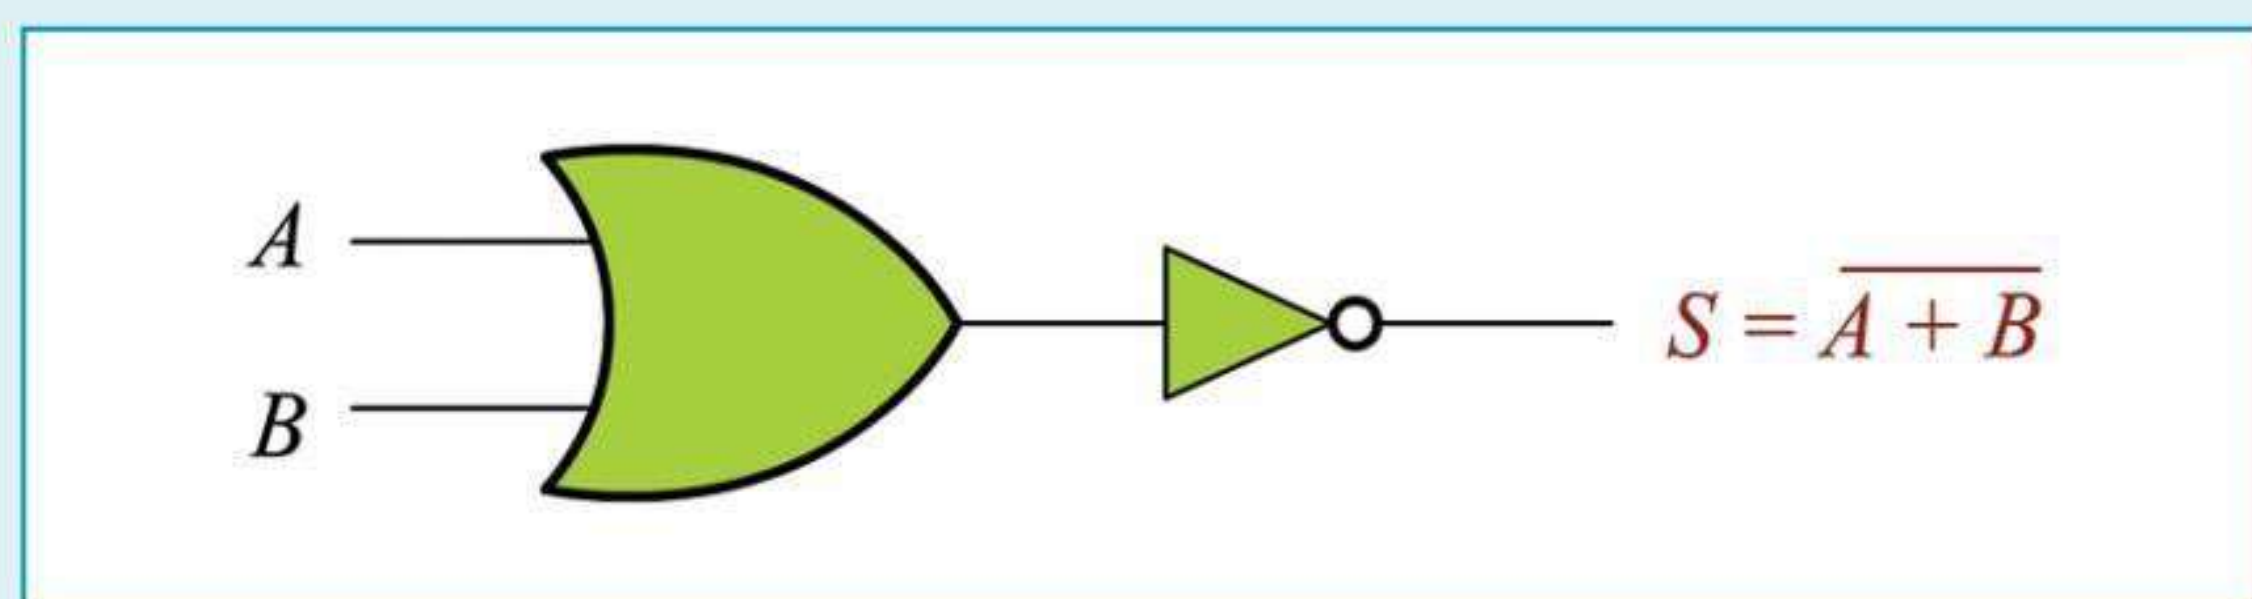

Figura 1.74.
1.7. Puerta lógica NOR mediante combinación de puerta OR y puerta NOT. Se trata de que construyas un circuito lógico que realice la función de la puerta NOR utilizando la combinación de una puerta OR y de una NOT (Figura 1.74). Redacta la lista de materiales necesarios para realizar esta actividad práctica, dibuja el esquema